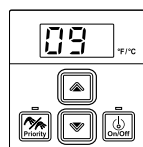

Fig. 2
4. Utilizzare il tasto SU ▲ e GIÙ ▼ sul pannello di comando per visualizzare i parametri (Fig. 2).